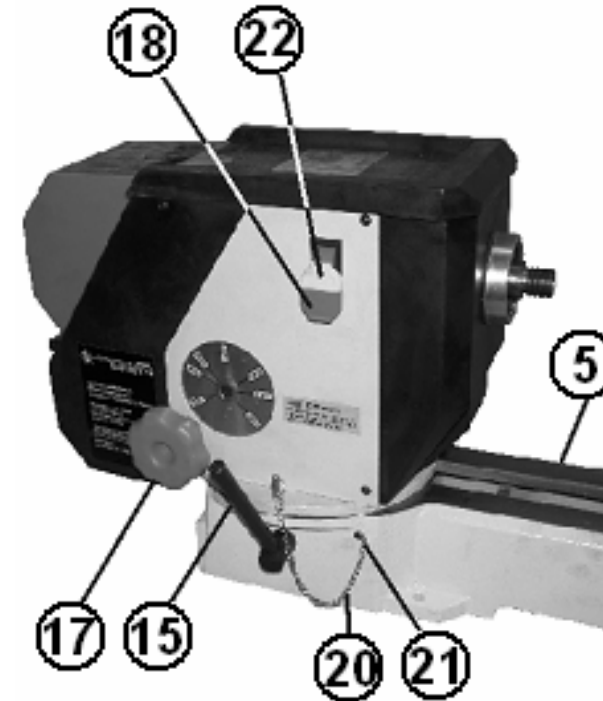

Рис. 5.
8.3. Установите машину прямо (Рис.5). Установите фиксирующую ручку (15) на эксцентриковый вал (19). Прикрепите цепь (20) совмещающего штифта (14) к станине (5) винтом (21). Установите переднюю бабку так, чтобы шпиндель был направлен в противоположный конец станины. Вставьте совмещающий штифт (14) через нижнюю часть передней бабки (1) в станину (5). Установите переднюю бабку в нужную позицию поворота ручки фиксации (15) по направлению вперед. Закрепите диск регулировки частоты вращения шпинделя передней бабки (17) с помощью шайбы и винта.
10.1. Сетевой переключатель включения/выключения (Рис.5)